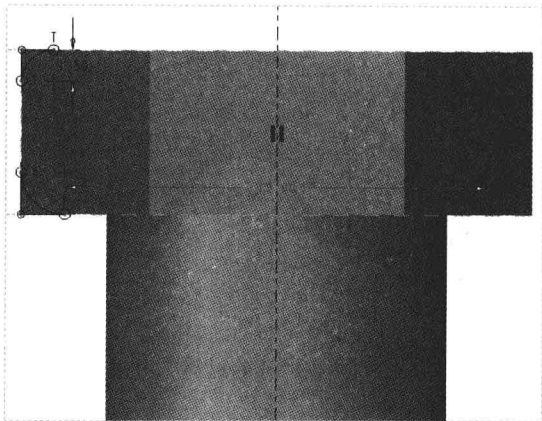

图 16-43 绘制截面 7
Step 17 采用与上同样的方法,使用“旋转”命令,弹出“旋转”选项卡,在绘图区选择 DTM2 平面作为草绘平面,进入草绘环境;单击“草绘”选项卡中的相应按钮,绘制截面,如图 16-43 所示,单击“关闭”面板中的“确定”按钮,完成截面绘制并退出草绘环境。